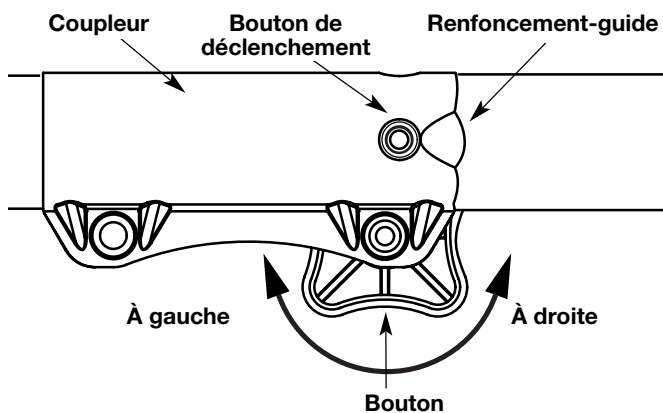

Fig. 1
1. Dévissez le bouton vers la gauche (Fig. 1).
2. Appuyez sur le bouton de déclenchement et maintenez-le enfoncé (Fig. 1).
2. Dévissez le bouton vers la gauche (Fig. 1).
REMARQUE : Alignez le bouton de déclenchement avec le renforcement-guide pour faciliter l'installation (Fig. 1).